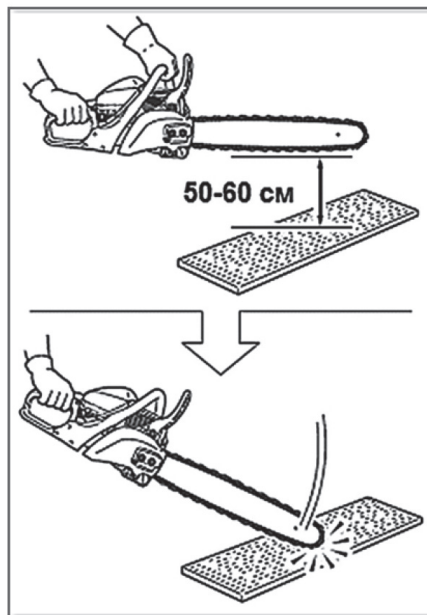

Рис. 8 Проверка инерционного тормоза цепи
1. Возьмитесь за переднюю и заднюю рукоятку пилы и держите ее так, чтобы она располагалась на высоте 50-60 см от испытательной поверхности (Рис. 8).